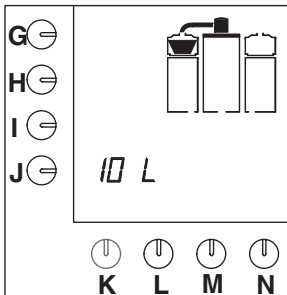

Fig. 7 Nadruppeltijd
- Zodra de koffiecontainer is gevuld, knippert de filterpan in het display, voor de nadruppeltijd (fig.7).